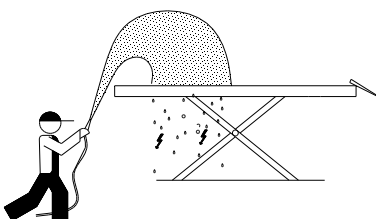

Fig.11
**RISICO ELEKTROKUTIE** Gebruik geen stralen water, stoom, oplosmiddelen of verf in de directe omgeving van de hefbrug en de bedieningskast (Fig.11).